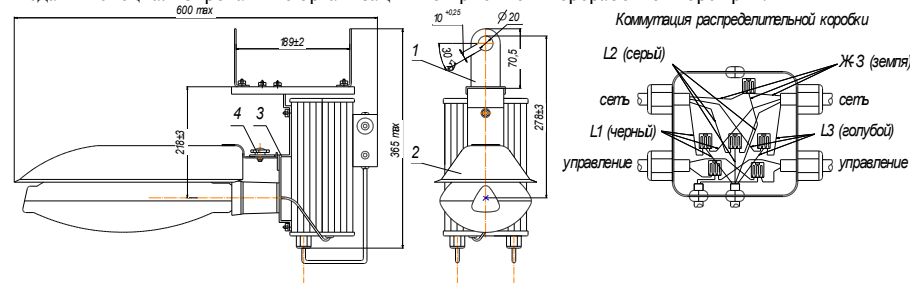

Рис. 1
- 1.1 Светильник ЖСП38Т-600-138У5 «Reflux», с управлением регулирования мощности (рис.1), предназначен для досветки растений и светокультур в вегетационно-климатических сооружениях.
9.1 Светильник эксплуатируется с креплением подвеса «Т» (1) на монтажный трос (рис.1).